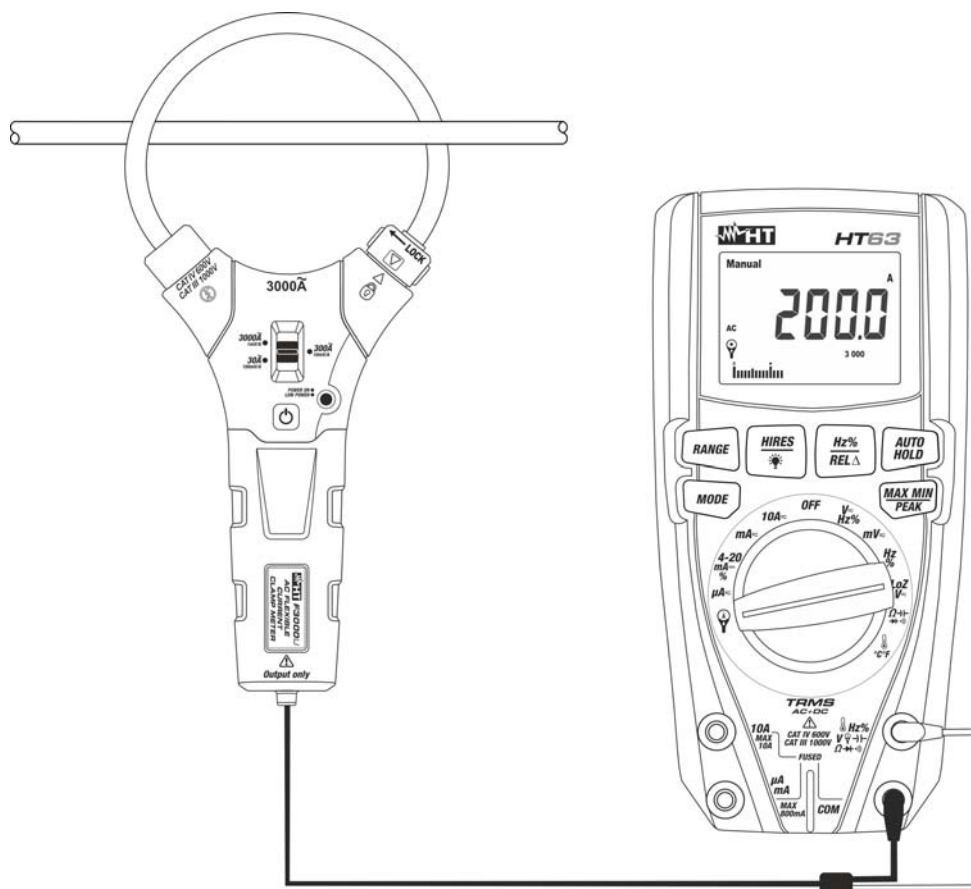

Fig. 3: Uso do instrumento para medir Correntes CA juntamente com o modelo HT63
7. Abrir o toróide e inserir o cabo de fase no centro do mesmo (ver Fig. 3). O valor da corrente **expresso em A** é apresentado no display do multímetro